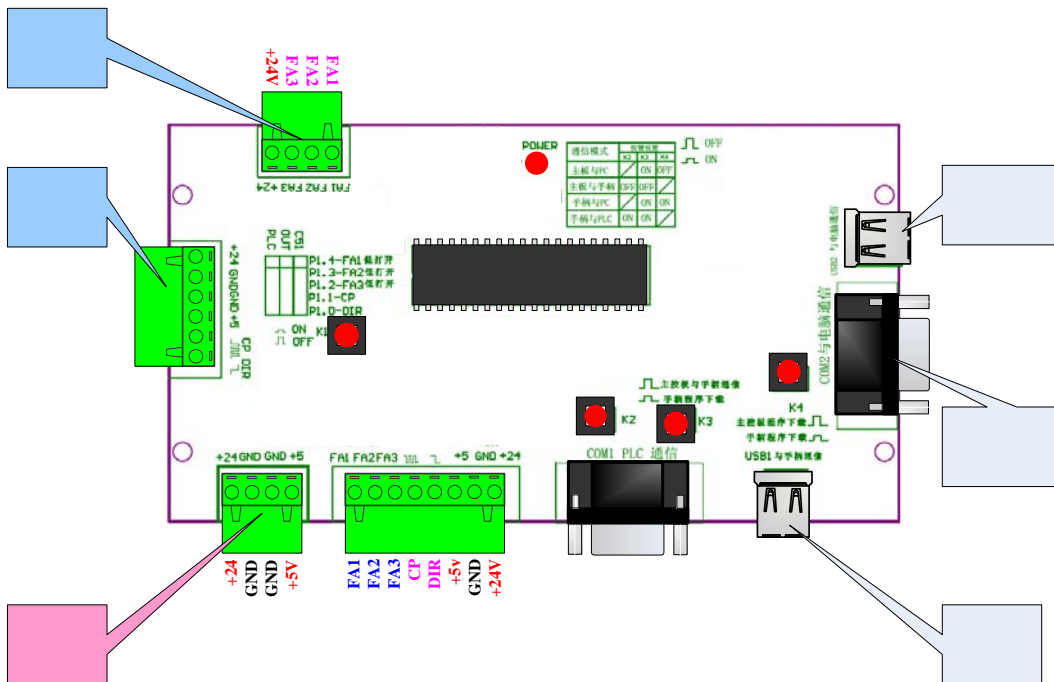

图 1-9 电磁阀和步进电机驱动接线
6. 关掉机械手总电源电源，连接电机驱动器、电磁阀接线，如图 1-9 所示位置；